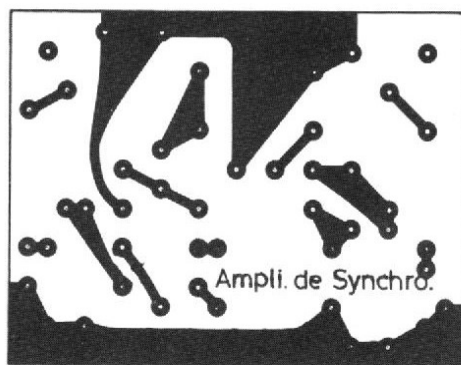

Fig. 27
- figure 27 : amplificateur de synchronisation, côté cuivre.